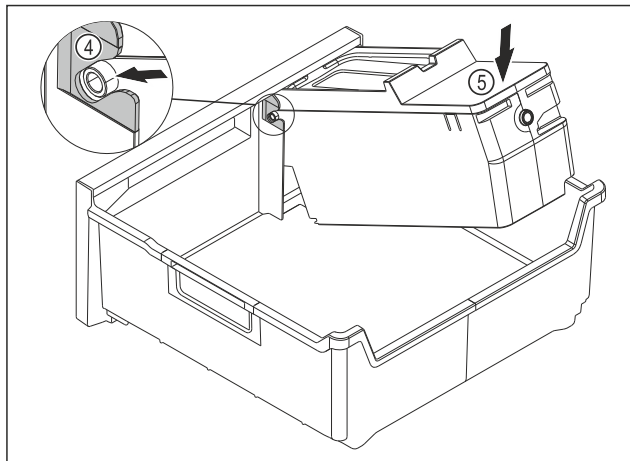

Fig. 149
- ▶ Montáž korpusu EasyTwist-Ice: Osy korpusu EasyTwist-Ice zasuňte do vedení Fig. 149 (4).
- ▶ Stlačte korpus EasyTwist-Ice Fig. 149 (5) vzadu dolů.